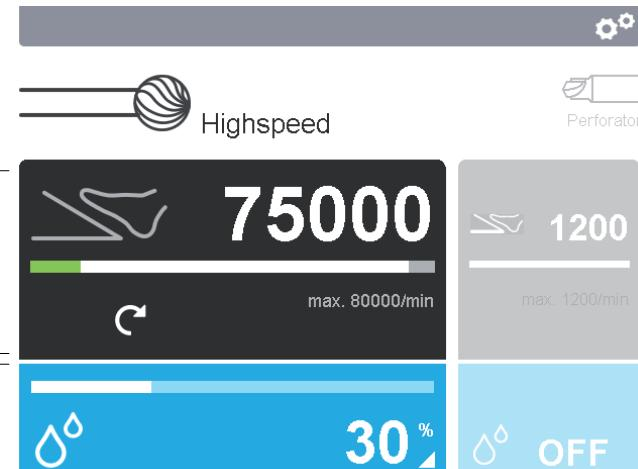

Fig. 5 Aktivera manöverfält
- ▶ Ändra inställningsparametrarna för användningsdelen: Aktivera manöverfältet för användningsdelen b i displayen 2, se Fig. 5.